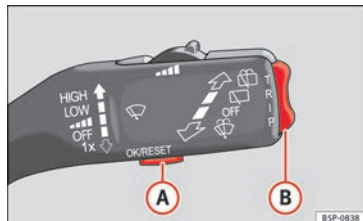
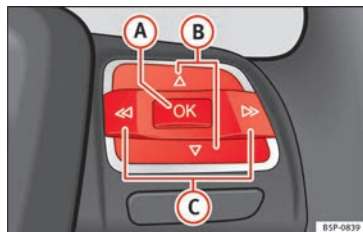

Fig. 36 Leva del tergicristallo: tasti di controllo.
Fig. 37 Comandi sul volante: tasti di controllo.
- Per accedere al menu "Configurazione", premere il tasto **C** ►►► fig. 37 finché non appare sul display. In questo momento si è già nel menu.
- Per passare da una memoria all'altra, premere brevemente il tasto **(A)** » **fig. 36** » **pagina 54** ubicato sulla leva del tergicristallo oppure il tasto **(OK)** del volante multifunzione » **fig. 37** » **pagina 54** con il quadro acceso.
Nell'indicatore multifunzioni è possibile consultare i seguenti dati azionando il tasto doppio **B** » » **fig. 36** » » pagina 54 della leva del tergicristalli o premendo il tasto **A** o **V** » » **fig. 37** del volante multifunzioni*: